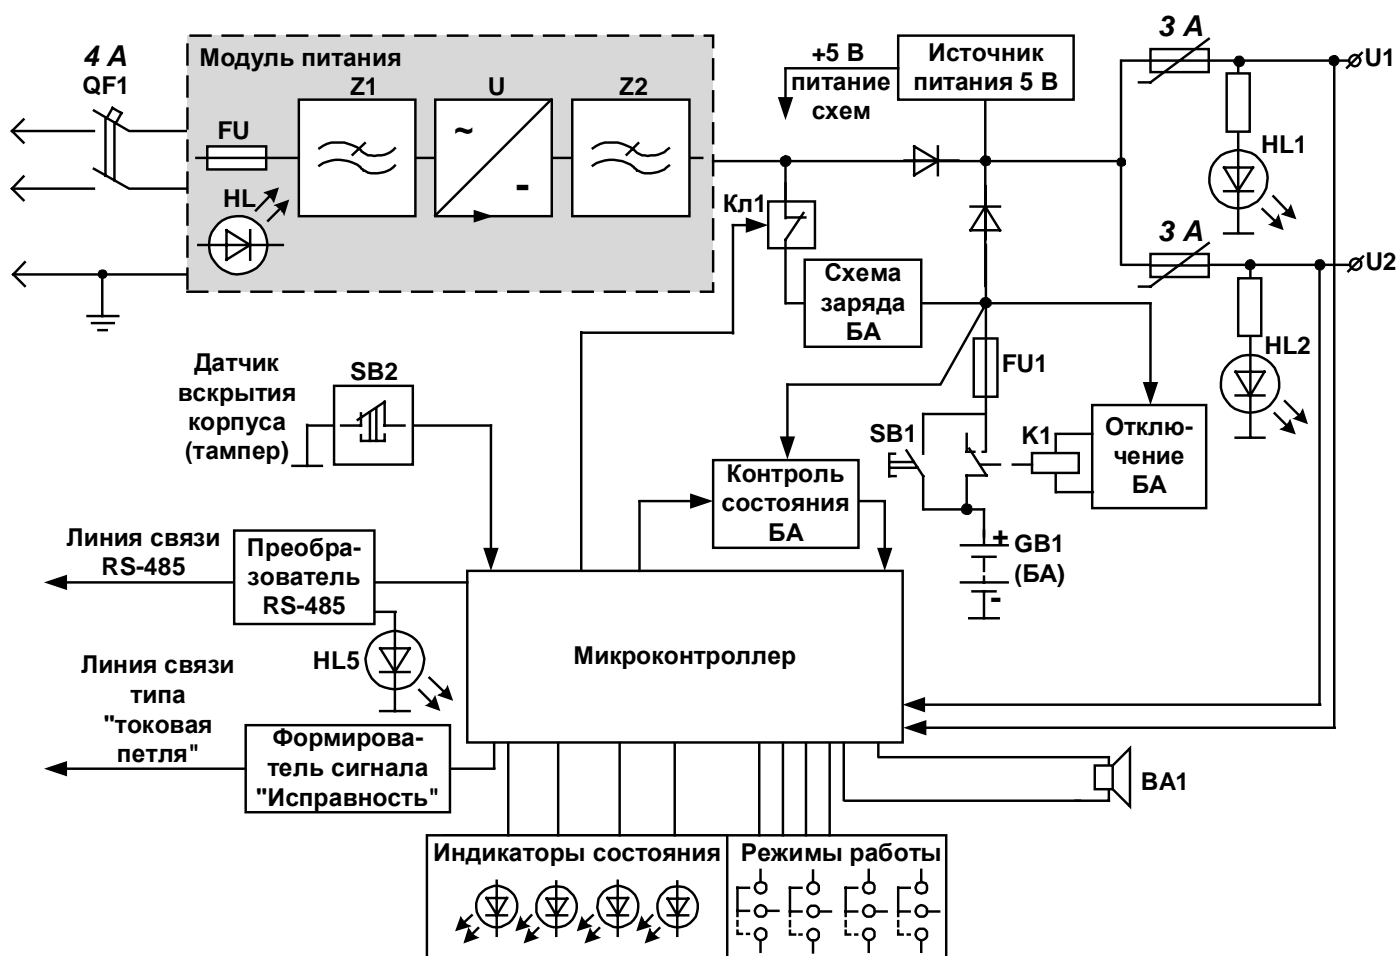

Рис. 1 Электрическая функциональная схема ИБП 1200/2400
4.2 Электрическая функциональная схема ИБП представлена на Рис. 1. В ее состав входят следующие узлы и блоки: